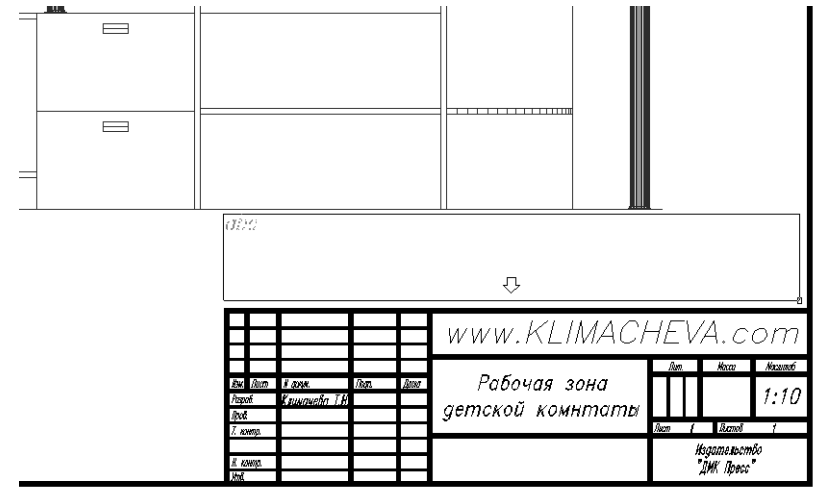

Рис. 10.31 ▼ Определение размеров многострочного текстового объекта
2. Запустите инструмент **Многострочный текст** (Multiline Text), щелкнув для этого на кнопке **А Многострочный текст** (Multiline Text) панели инструментов **Черчение** (Draw), выбрав из меню команду **Черчение** ⇒ **Текст** ⇒ **Многострочный** (Draw ⇒ Text ⇒ Multiline Text) либо введя в командном окне команду **Мтекст** (MTEXT) или просто **mt** (MT).
4. Переместите указатель вправо и вниз, задав тем самым размер текстового объекта, соответствующий ширине основной надписи (рис. 10.31).